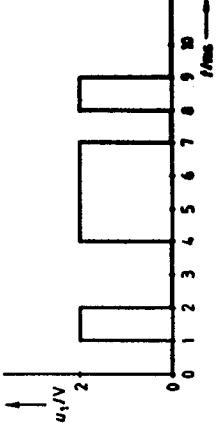

Bild 1
24. An den Eingang eines Integrierglieds wird die Spannung Bild 1 angelegt. Berechnen Sie die Ausgangsspannung nach 2 ms , 4 ms , 7 ms , 8 ms und 9 ms , wenn $\tau = 5 \text{ ms}$ beträgt und zur Zeit $t = 0$ der Kondensator völlig ungeladen war!